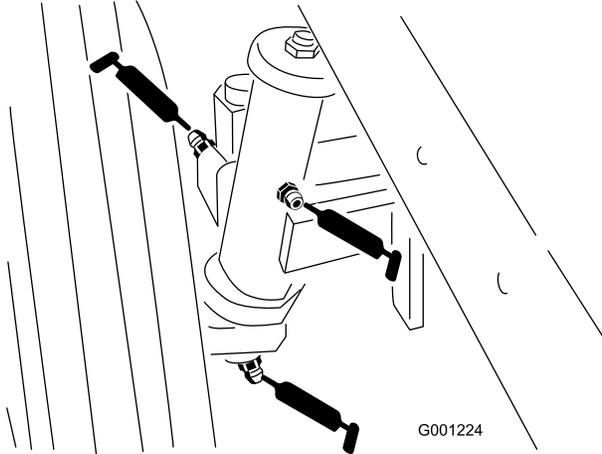

**Figura 41**
- albero di trasmissione in folle (Figura 41)